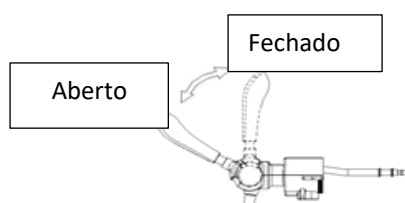

Figura 12
- 14.4.** Com o manípulo da torneira na posição vertical (como se mostra na posição FECHADA na Figura 12), puxe o manípulo 45 graus para a frente para libertar a cerveja (como se mostra na posição ABERTA na Figura 12).